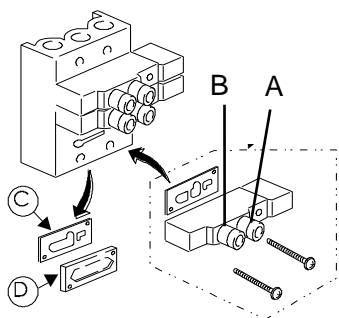

図 4
- (1) フィルタレギュレータの圧力調整ノブを回してエア圧力を 0 にし、残圧を取り除きます。
- (2) ミシン本体左側のカバーを取り外し、図 4 のように電磁弁からプランキングプレート D とパッキン C を取り外し、付属の電磁弁を取り付けます。この時、エア漏れを防ぐ為に必ず付属のパッキンを取り付けて下さい。
- (3) (2) で取り付けた電磁弁と上系 2 段テンション装置に図 4, 5 で示すように A, B の記号を合わせて差し込みます。
- (4) エアチューブは付属の結束バンドを使用してミシン左側の配線と共に固定します。
- (2) 図 4 のように電磁弁からプランキングプレート D とパッキン C を取り外し、付属の電磁弁を取り付けます。この時、エア漏れを防ぐ為に必ず付属のパッキンを取り付けて下さい。
- (3) (2) で取り付けた電磁弁と上系 2 段テンション装置に図 4, 6 で示すように A, B の記号を合わせて差し込みます。